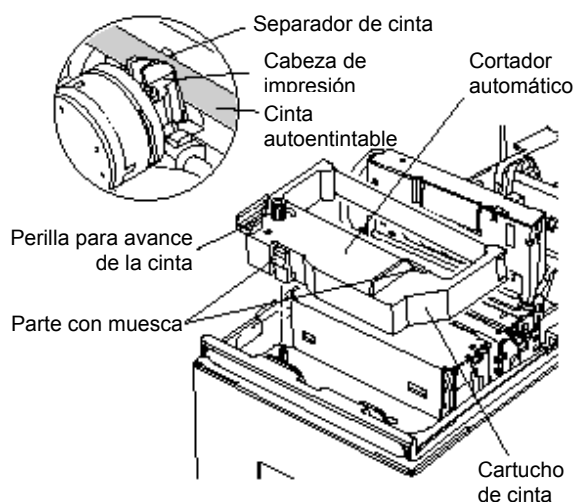

Fig. 5-10 Carga del cartucho de cinta
- ④ Coloque el cartucho de cinta en la dirección mostrada en la Fig. 5-10 y presiónela hacia abajo para ubicarla en su sitio. Si la carga del cartucho de cinta no es satisfactoria, presione hacia abajo el cartucho mientras gira la perilla de avance de la cinta en la dirección de la flecha.
- ⑤ Gire la perilla de avance de la cinta del cartucho en dirección de la flecha para que la cinta no contenga partes flojas.
- ⑥ Cierre el cortador automático.
- ⑦ Cierre la cubierta